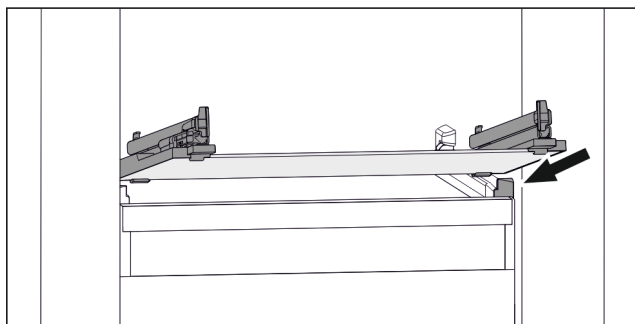

Fig. 161 Exempel på glashylla
- Sätt på glashylla i vinkel bakom stoppklackarna. (se Fig. 161)